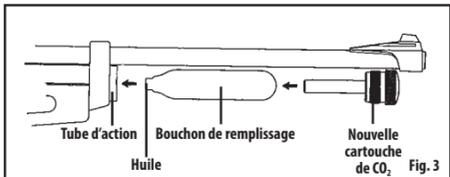

Fig. 3
9. Insérez la nouvelle cartouche de CO2 dans l'arme à air comprimé avec le col étroit de la cartouche de CO2 inséré en premier dans le tube d'action (Fig. 3).